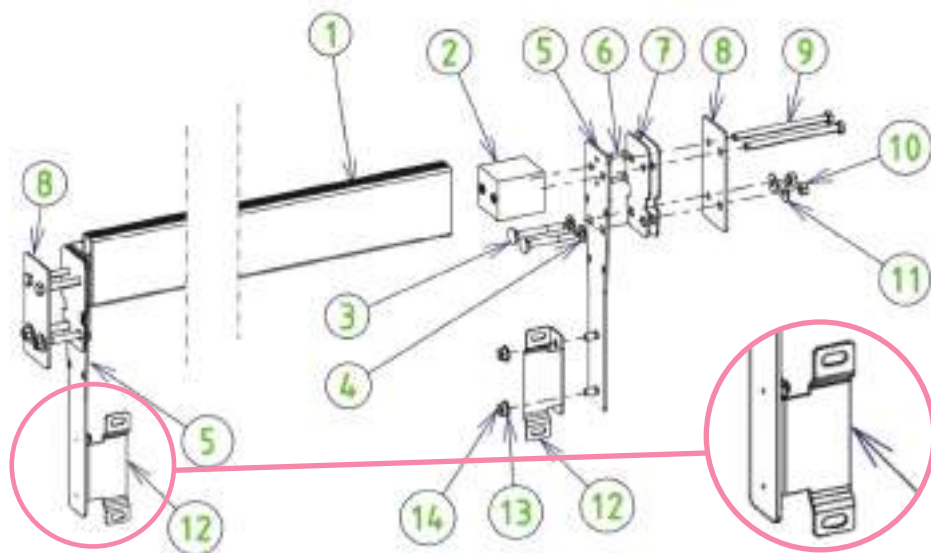

Figure 41 – Сборка и установка балки
Этапы установки балки показаны на *Рисунок 41*. Необходимые для сборки резьбовые детали вы найдете в пакете Y. На этом рисунке деревянная стенка расположена между деталями 7 и 8, а лайнер расположен между двумя резиновыми уплотнениями (7).
Установите два кронштейна опор перегородок (12) на пластины (5) с помощью четырех гаек (14) и четырех шайб A4 (13) из нержавеющей стали диаметром 8 мм. Выступы с продолговатыми отверстиями, предназначенными для установки кронштейнов (12), должны находиться с той же стороны балки (см. увеличенное изображение на *Рисунок 41*).
Наконец, закрепите перегородку в кронштейнах (деталь 12 на *Рисунок 41*) с помощью четырех призонных винтов (7) 8 × 16, четырех шайб и четырех гаек A4 из нержавеющей стали диаметром 8 мм.